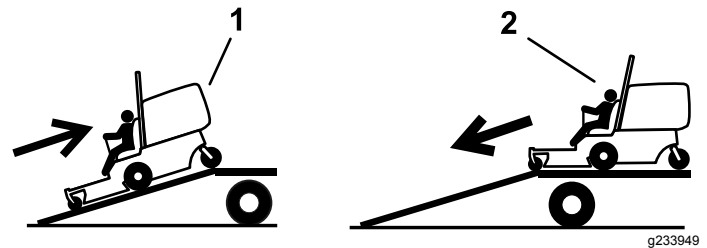

Figura 29
2. Desça a rampa em marcha para a frente (Figura 29).